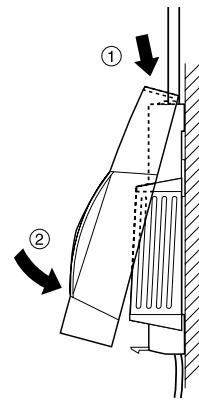

Figure 4:
- ▶ Replacez le couvercle du boîtier par le haut puis verrouillez le par le bas (voir Figure 4).